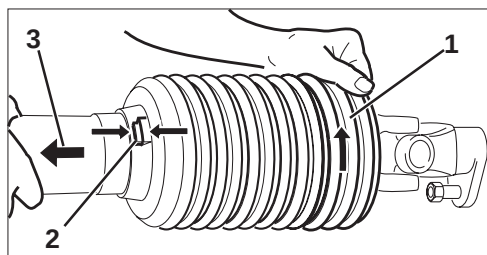

Fig. 5.3
- Faites pivoter le bol (fig. 5.3/1) en position de montage (fig. 5.3/2).
- Retirez le demi-protecteur (fig. 5.3/3).